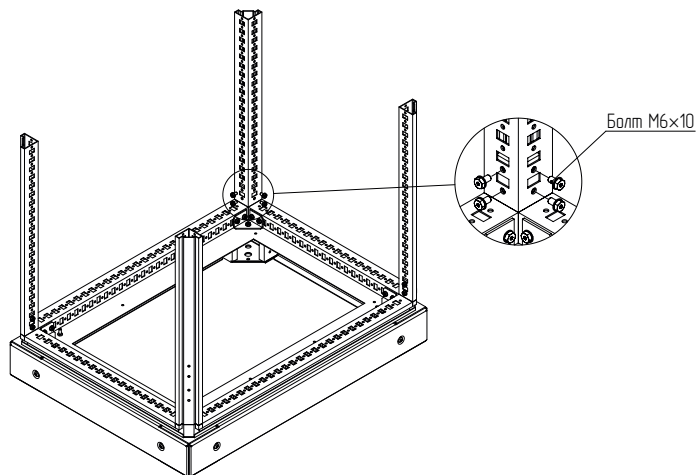

Рисунок 9
4.1.11 Зафиксировать стойки с помощью болтов М6×10. Момент затяжки – 10 Н·м (рисунок 9).